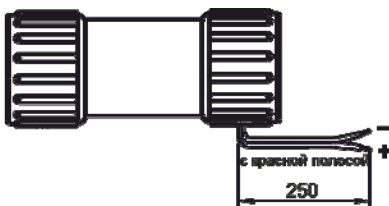

Рисунок 5.1
С помощью датчика освещенности (см. рисунок 5.1) контроллер оценивает уровень освещенности, сравнивает его с запрограммированным пороговым событием и подает напряжение на соответствующий выход для включения/выключения освещения.
- При необходимости подключить датчики освещенности к входам 5 и 6, соблюдая полярность, см. рисунок 1 и рисунок 5.1.